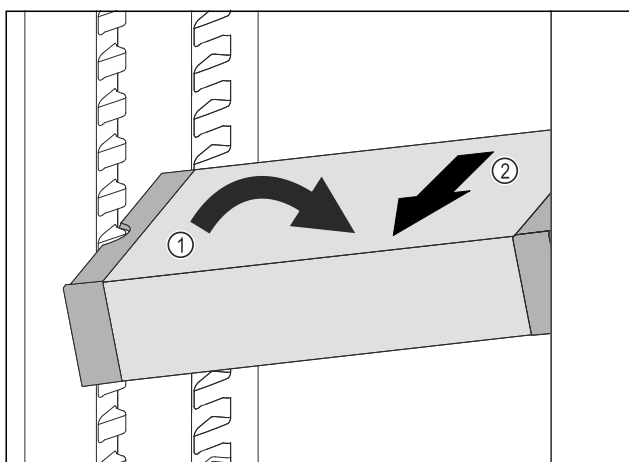

Fig. 64
- Predal VarioSafe postavite v hladilniku postrani. Fig. 64 (1)
- Predal VarioSafe izvlecite v smeri naprej. Fig. 64 (2)